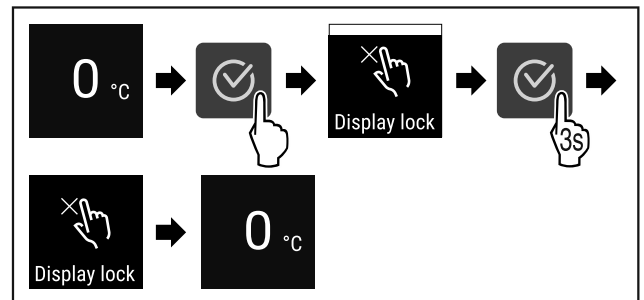

Fig. 78
- ▶ Vykonajte kroky akcie (pozri Fig. 78).